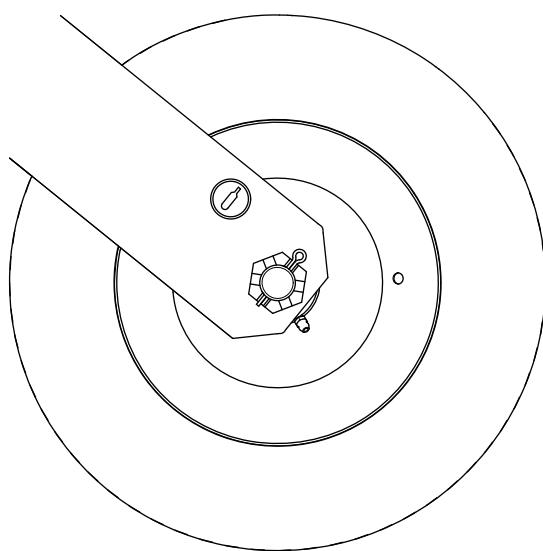

Figure 27
1. Contrôlez la pression des pneus (Figure 27).